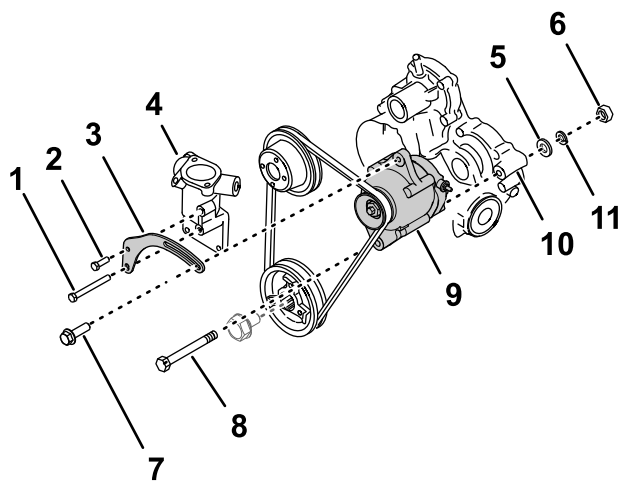

図 243
1. 新しいベルトテンションブラケットの穴を、サーモスタットハウジングの穴にあわせる 図 243。
2. ベルトテンションブラケットをサーモスタットハウジングとシリンダヘッドに組み付ける短い方のボルトを上穴に、長い方のボルトを下穴に使用する図 243。
4. オルタネータ60Aの下穴をエンジンのギアケースの穴に合わせ、オルタネータのプーリにベルトを掛ける図 243。
6. ピボットボルトにナット 10 mmを仮止めする図 243。
7. ベルトテンションブラケットのスロットとオルタネータのねじ穴にオルタネータロックボルトを通す図 243。
8. プーリとプーリとの中間部を 40N 約 4.5kg の力で押した時に、10mm 程度のたわみ出るようにオルタネータの位置を調整する図 243。